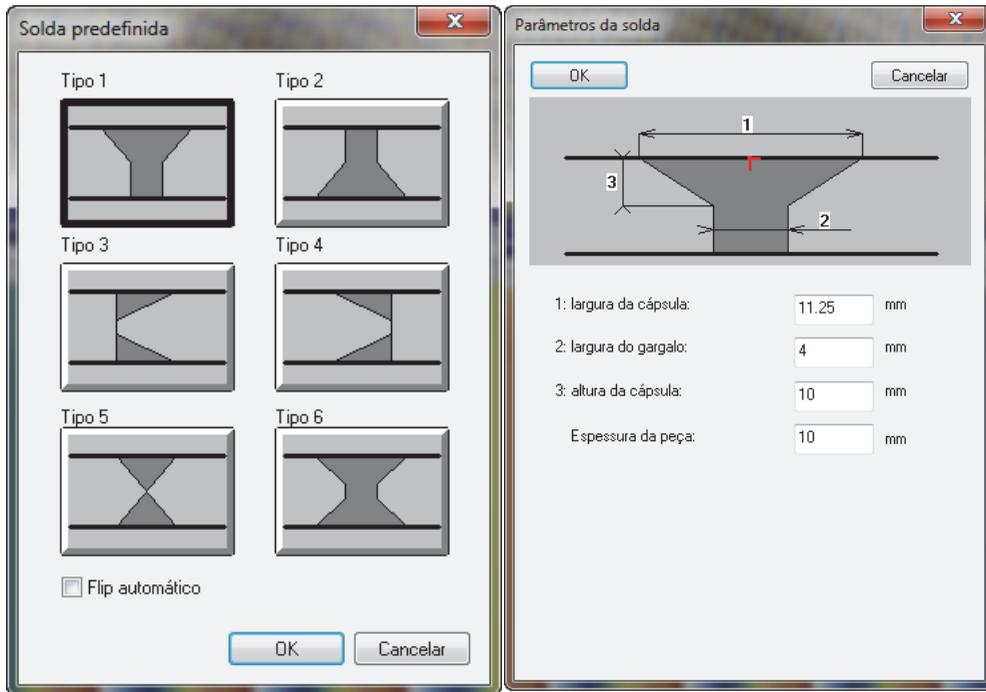

Figura 4-27 Caixas de diálogo Predefinidas de Soldagem e Parâmetros da solda (para Tipo 1)
- a) Na caixa de diálogo **Solda predefinida**, clique no tipo de solda apropriada para abrir a caixa de diálogo **Parâmetros da solda** (Figura 4-27 na página 128).